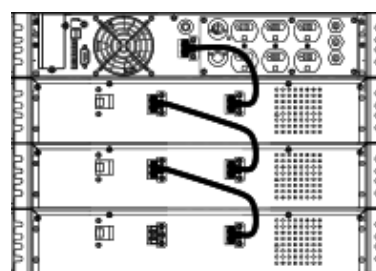

図 2-3 UPS とバッテリーキャビネット接続図(背面)
2. 付属品のバッテリーケーブルで、UPS 背面にあるバッテリー用コネクタとバッテリーキャビネット背面にあるバッテリー用コネクタを接続します。(図 2-3) 複数のバッテリーキャビネットの接続時にはバッテリーケーブルの両端をそれぞれ、2 台のバッテリーキャビネットの背面パネルにあるバッテリー用コネクタ(2 個のうちいずれも可)に接続します。